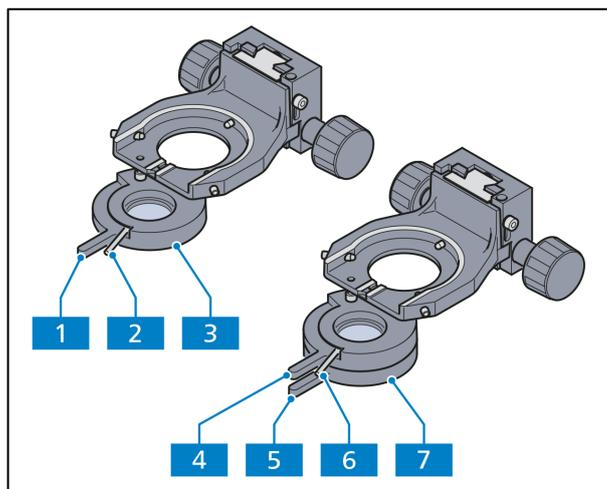

Abb. 2-21 Polarisatoren
#### Polarisator D, 90° drehbar, ausschaltbar (Abb. 2-21/3)
- Polarisator über Griff (Abb. 2-21/1) ein-/ausschwenkbar
- Polarisator mit Hebel (Abb. 2-21/2) um 90° drehbar
#### Polarisator fest mit Lambdaplatte, drehbar (Abb. 2-21/7)
- Polarisator über Griff (Abb. 2-21/5) ein-/ausschwenkbar
- Lambdaplatte über Griff (Abb. 2-21/4) ein-/ausschwenkbar
- Lambdaplatte mit Hebel (Abb. 2-21/6), drehbar